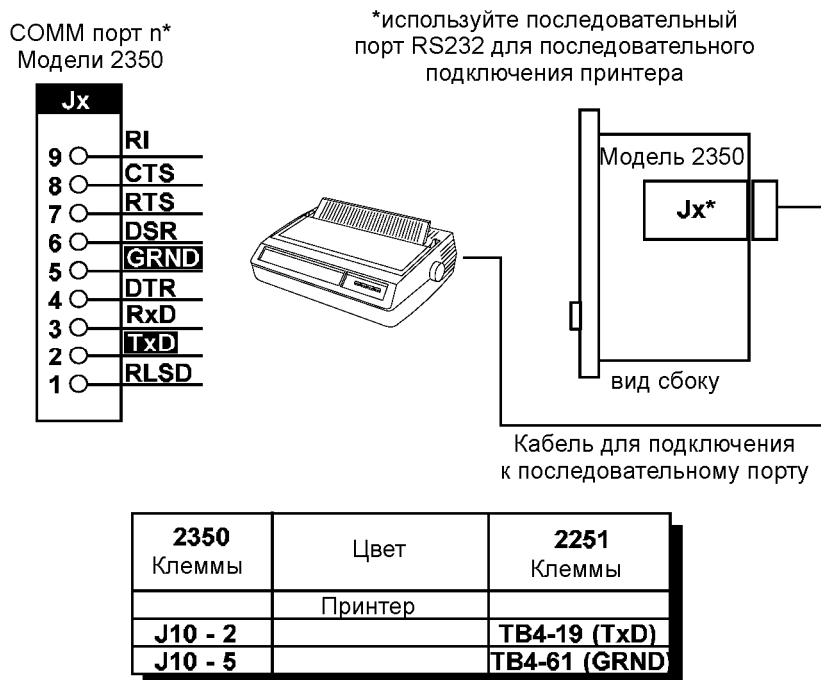
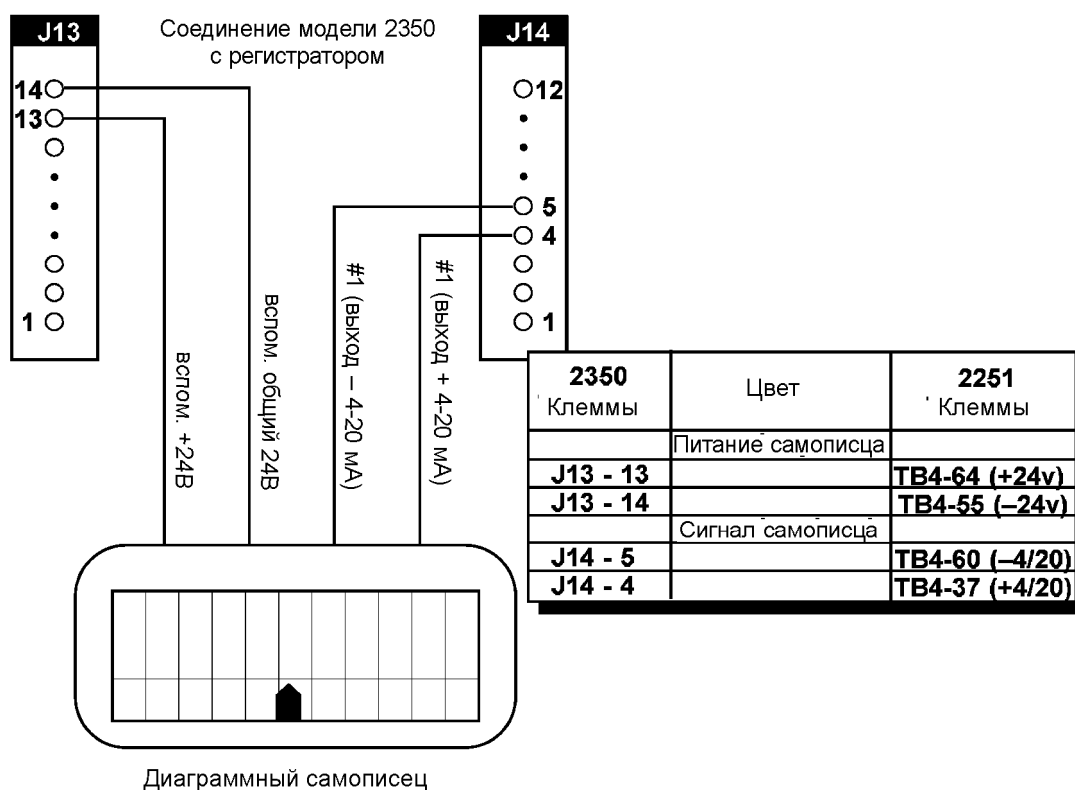

Рисунок F-2. Вспомогательная схема соединений для переключения принтера (соединение через последовательный порт)
Рисунок F-3. Вспомогательная схема соединений для переключения регистрирующего устройства
- (2) Найдите кабель, которым принтер подключен к последовательному порту контроллера 2251 (если принтер подключен к контроллеру). В месте подключения кабеля к контроллеру запишите порядок подключения проводов с указанием номера контакта и цвета провода.
- (а) Запишите цвет каждого провода, заполняя колонку **цвет (color)** в таблице на схеме подключения последовательного принтера (рисунок F-2, "Вспомогательная схема соединений для переключения принтера (соединение через последовательный порт)"). Опять: это особенно важно. Будьте внимательны – тщательно запишите цвет всех проводов. Не отсоединяйте никакие провода на этом этапе.
- (3) Найдите кабель, которым контроллера подключен к регистратору(самописцу, если он подключен к контроллеру). В месте подключения кабеля к контроллеру запишите порядок подключения проводов с указанием номера контакта и цвета провода.
- (а) Запишите цвет каждого провода, заполняя колонку **цвет (color)** в таблице на схеме подключения последовательного принтера (рисунок F-3, "Вспомогательная схема соединений для переключения регистрирующего устройства "). Опять: это особенно важно. Будьте внимательны – тщательно запишите цвет всех проводов. Не отсоединяйте никакие провода на этом этапе.